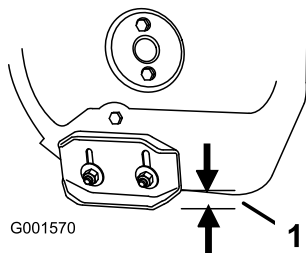

Bild 36
2. Lösen Sie die Muttern, mit denen beide Kufen an den Seitenplatten der Schnecke befestigt sind, bis sich die Kufen leicht nach oben und unten verschieben lassen (Bild 36).